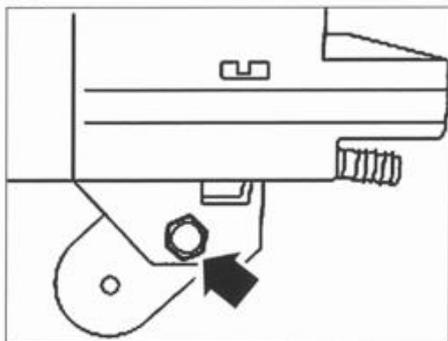

FIG. 78
- Aflojar el tornillo de sujeción del techo corredizo (fig. 78).